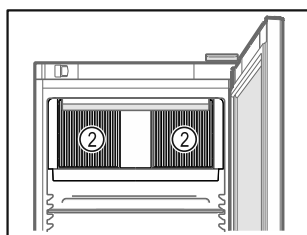

Fig. 60
- ☐ Se till att inte blockera ventilationsgallren Fig. 60 (2) för fläkten inne i skåpet.